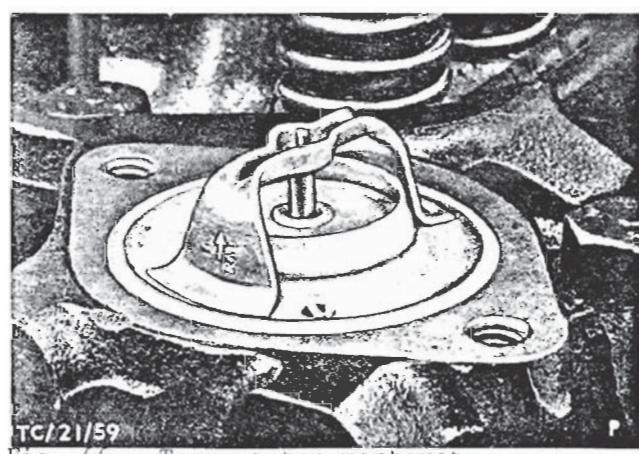

Fig. 66 - Termostaten monteret.
6. Afmonter topstykkets vandafgang (2 bolte) og afmonter termostaten, Fig. 66. Adskil udstødningsrøret fra udstødsmanifolden (2 møtrikker).